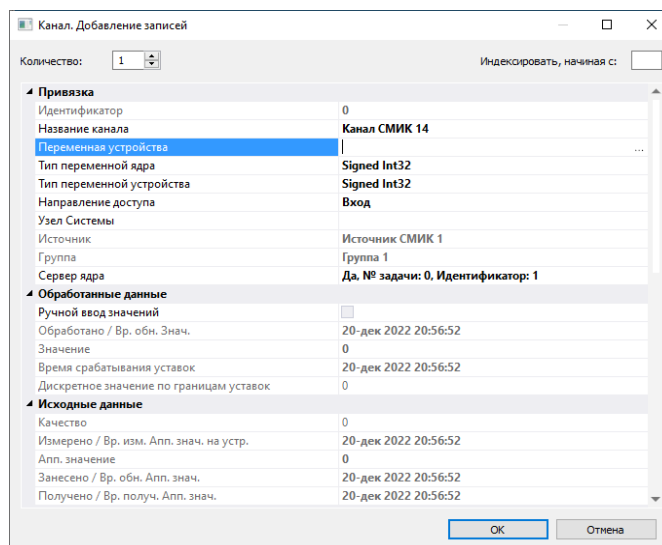

Рис. 45. МДП «Канал. Добавление записей»
- Вызовите из меню оснастки каналов команду «Добавить каналы СМИК без привязки к датчикам». На экране появится . МДП «Канал. Добавление записей», показанная на Рис. 45.